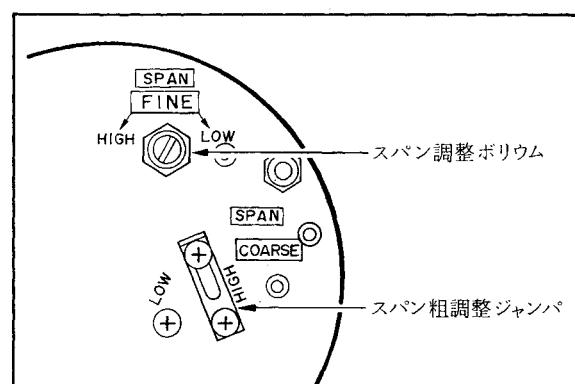
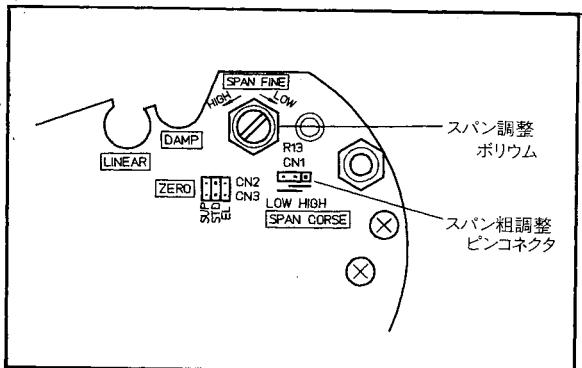

図6.3.1 スパン調整部 (I形アンプユニット)
図6.3.2 スパン調整部(II形アンプユニット)
- (1) 測定レンジの0%を正または負方向に遷移している場合は、遷移量を零にします(6.6項参照)。
- (2) スパン粗調整ジャンパ(またはピンコネクタ)をHIGHの位置に固定します(図6.3.1および図6.3.2参照)
- (2) スパン粗調整ジャンパ(またはピンコネクタ)を、HIGHまたはLOWのいずれかに固定します(図6.3.1および図6.3.2参照)。HIGHまたはLOWの選択方法を以下に示します。